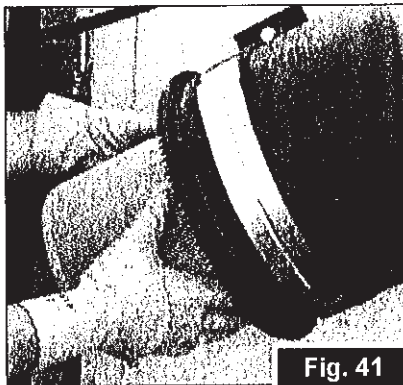

Fig. 41
- 3) Enlever le filtre à cartouche extérieur (Fig. 41), le nettoyer avec de l'air comprimé et le secouer pour éliminer la poussière qui s'est déposée.